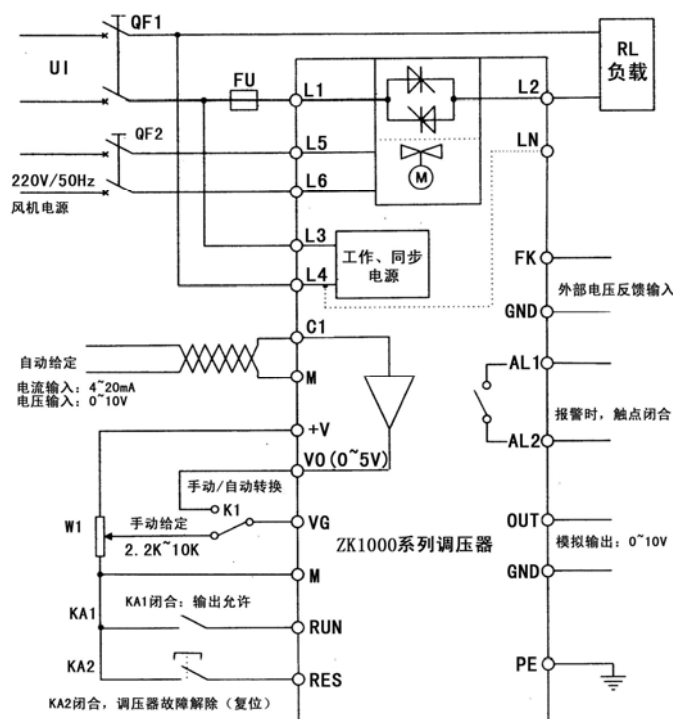

图 3-3 基本运行接线
- (1)图中的 **UI** 为标准产品提供的电压等级（**110V、220V、380V**）之一；
- (2)风机电源只能是 **AC220V**；
- (3)若无特殊要求，电压反馈取自负载两端，一端为 **L2**，另一端为 **LN**（出厂时 **LN** 将通过跳线连接到 **L4**，图 3-3 的虚线）。